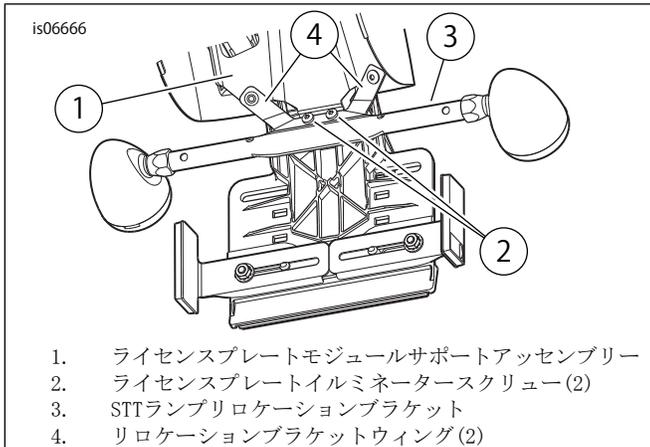

図2. FXSストップ/テール/ターンランプリロケーションブラケットの取り付け
1. 「図2」を参照してください。ライセンスプレートイルミネーターをライセンスプレートモジュールサポートアッセンブリー(1)に装着しているトルクスボタンヘッドセルフタッピングスクリュー(2)を緩めます。